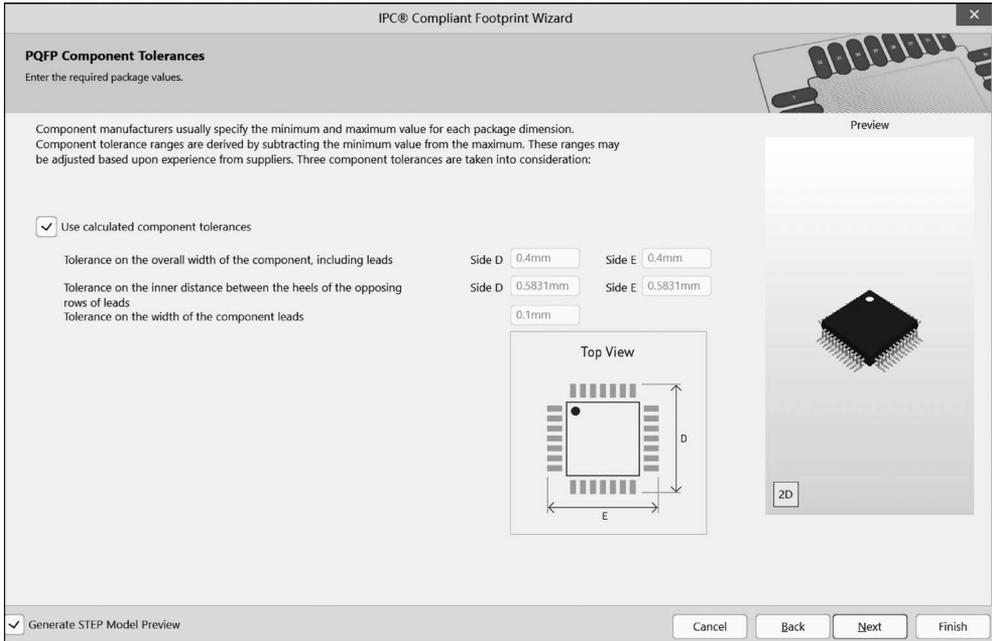

图 3-61 封装元件容差参数设置
(8) 单击 Next 按钮进入 Component Tolerances(元件容差)设置界面,同理使用默认设置 Use calculated component tolerances 计算,如图 3-61 所示。